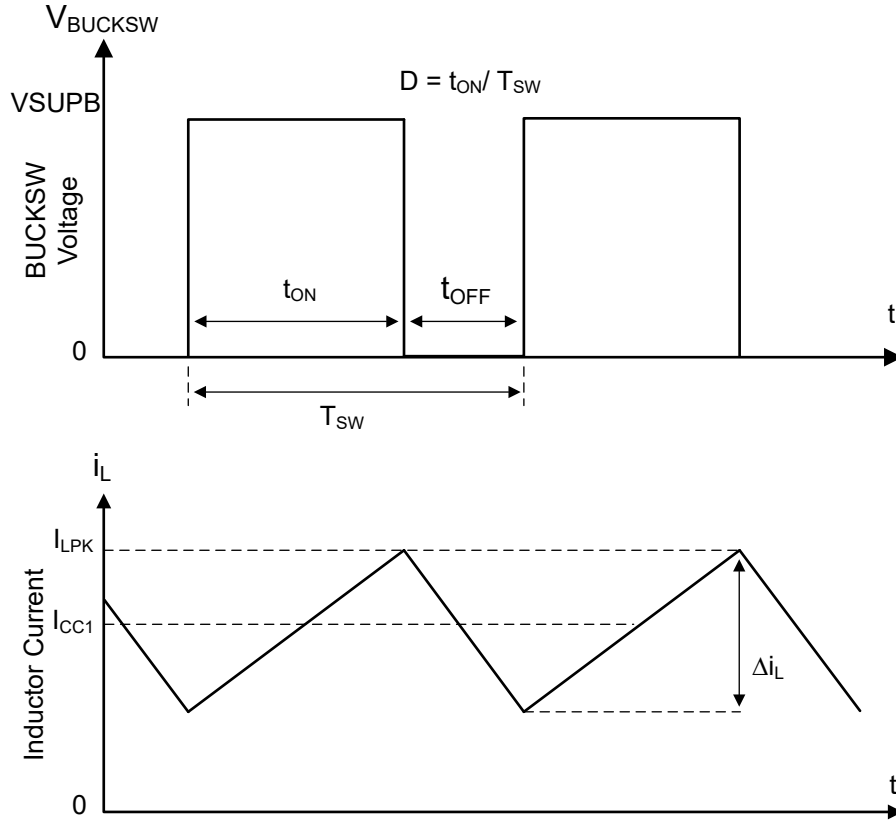

图 8-5. 连续电流模式 (CCM) 下的开关节点波形
TCAN245x-Q1 中集成的降压稳压器是一款同步降压转换器，具有集成式高侧 (HS) 和低侧 (LS) 开关。该稳压器通过以受控的占空比打开高侧和低侧 NMOS 开关，提供稳定的输出电压。请参阅图 8-5。高侧开关导通期间，BUCKSW 引脚电压上升至约 VSUPB，电感器电流 i_L 以线性斜率 $(VSUPB - VCC1)/L$ 增加。当高侧开关被控制逻辑断开时，低侧开关在经过反击穿死区时间 (t_D) 后将会导通。电感器电流通过低侧开关以 $-VCC1/L$ 的斜率放